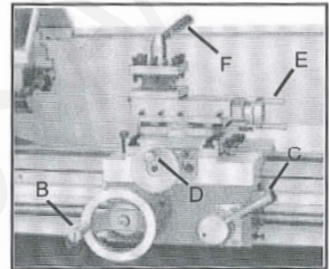

Fig. 15
## **Langsgående vandring (B, Fig.15)**
## **Halvdelen møtrik engagere armen (C, Fig.15)**
## **tværgående vandring (D, Fig.15)**
## **Tværgående arm (E, Fig.15)**
**Stålholder spændearmen (F, Fig.15)**